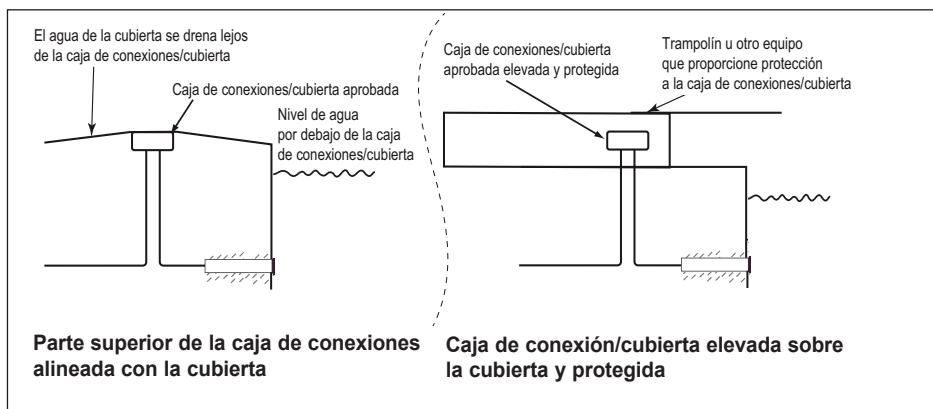

Figura 2
- La caja de conexiones/cubierta debe estar sellada al conducto para evitar que entre agua en la caja. Consulte la Figura 2 a continuación.
Consulte la *Figura 2* en la página 3 para la instalación de cajas de conexiones en Canadá.